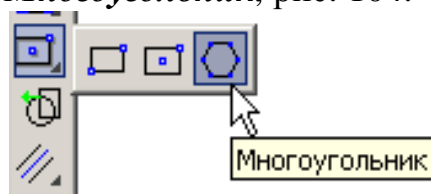

Рис. 104
6. Для построения правильного шестиугольника активизируйте на панели **Геометрия** команду **Многоугольник**, рис. 104.